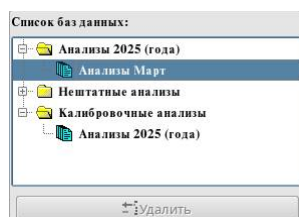

Рис.2.4-3
- Список баз данных — позволяет выбрать в древовидном списке требуемую базу анализов (Рабочие, Нештатные, Градуировочные) с указанием партии (по месяцам в случае базы рабочих анализов и по годам в случае базы градуировочных и нештатных анализов) хроматограмму которой Пользователь желает проанализировать. Пример вариантов выбора приведён на Рис.2.4-3: